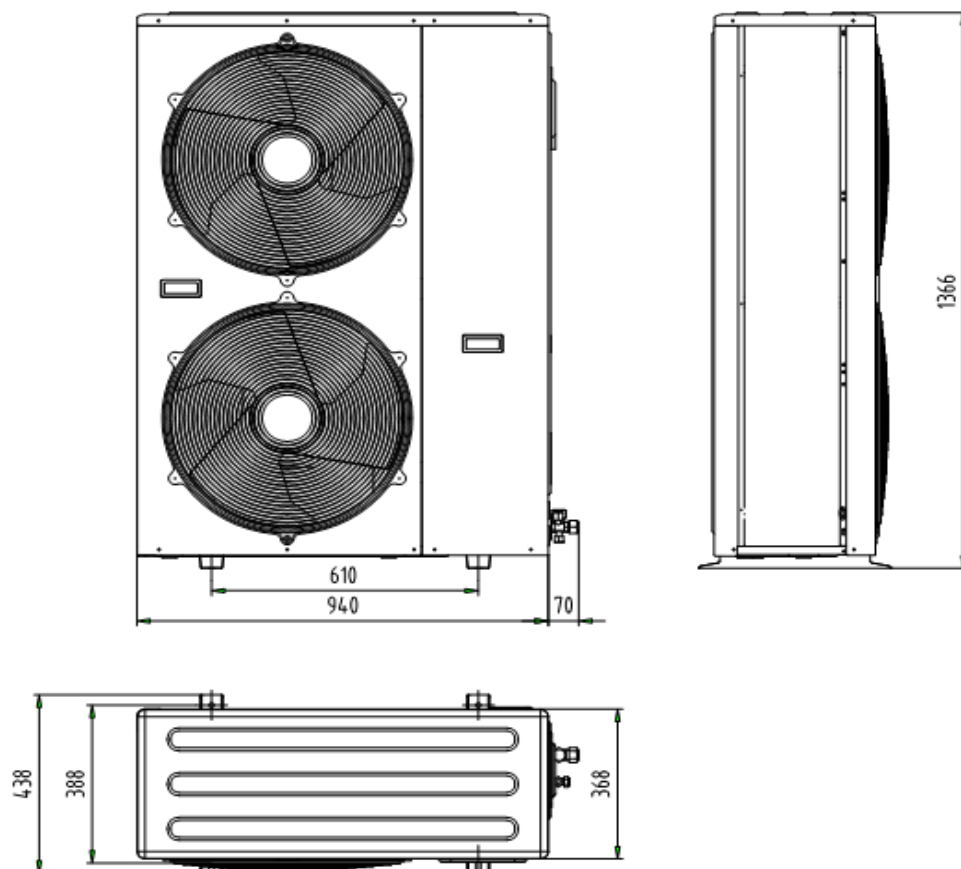

Рис.1.5
- Модели 12,14, 16 кВт (рис.1.5)